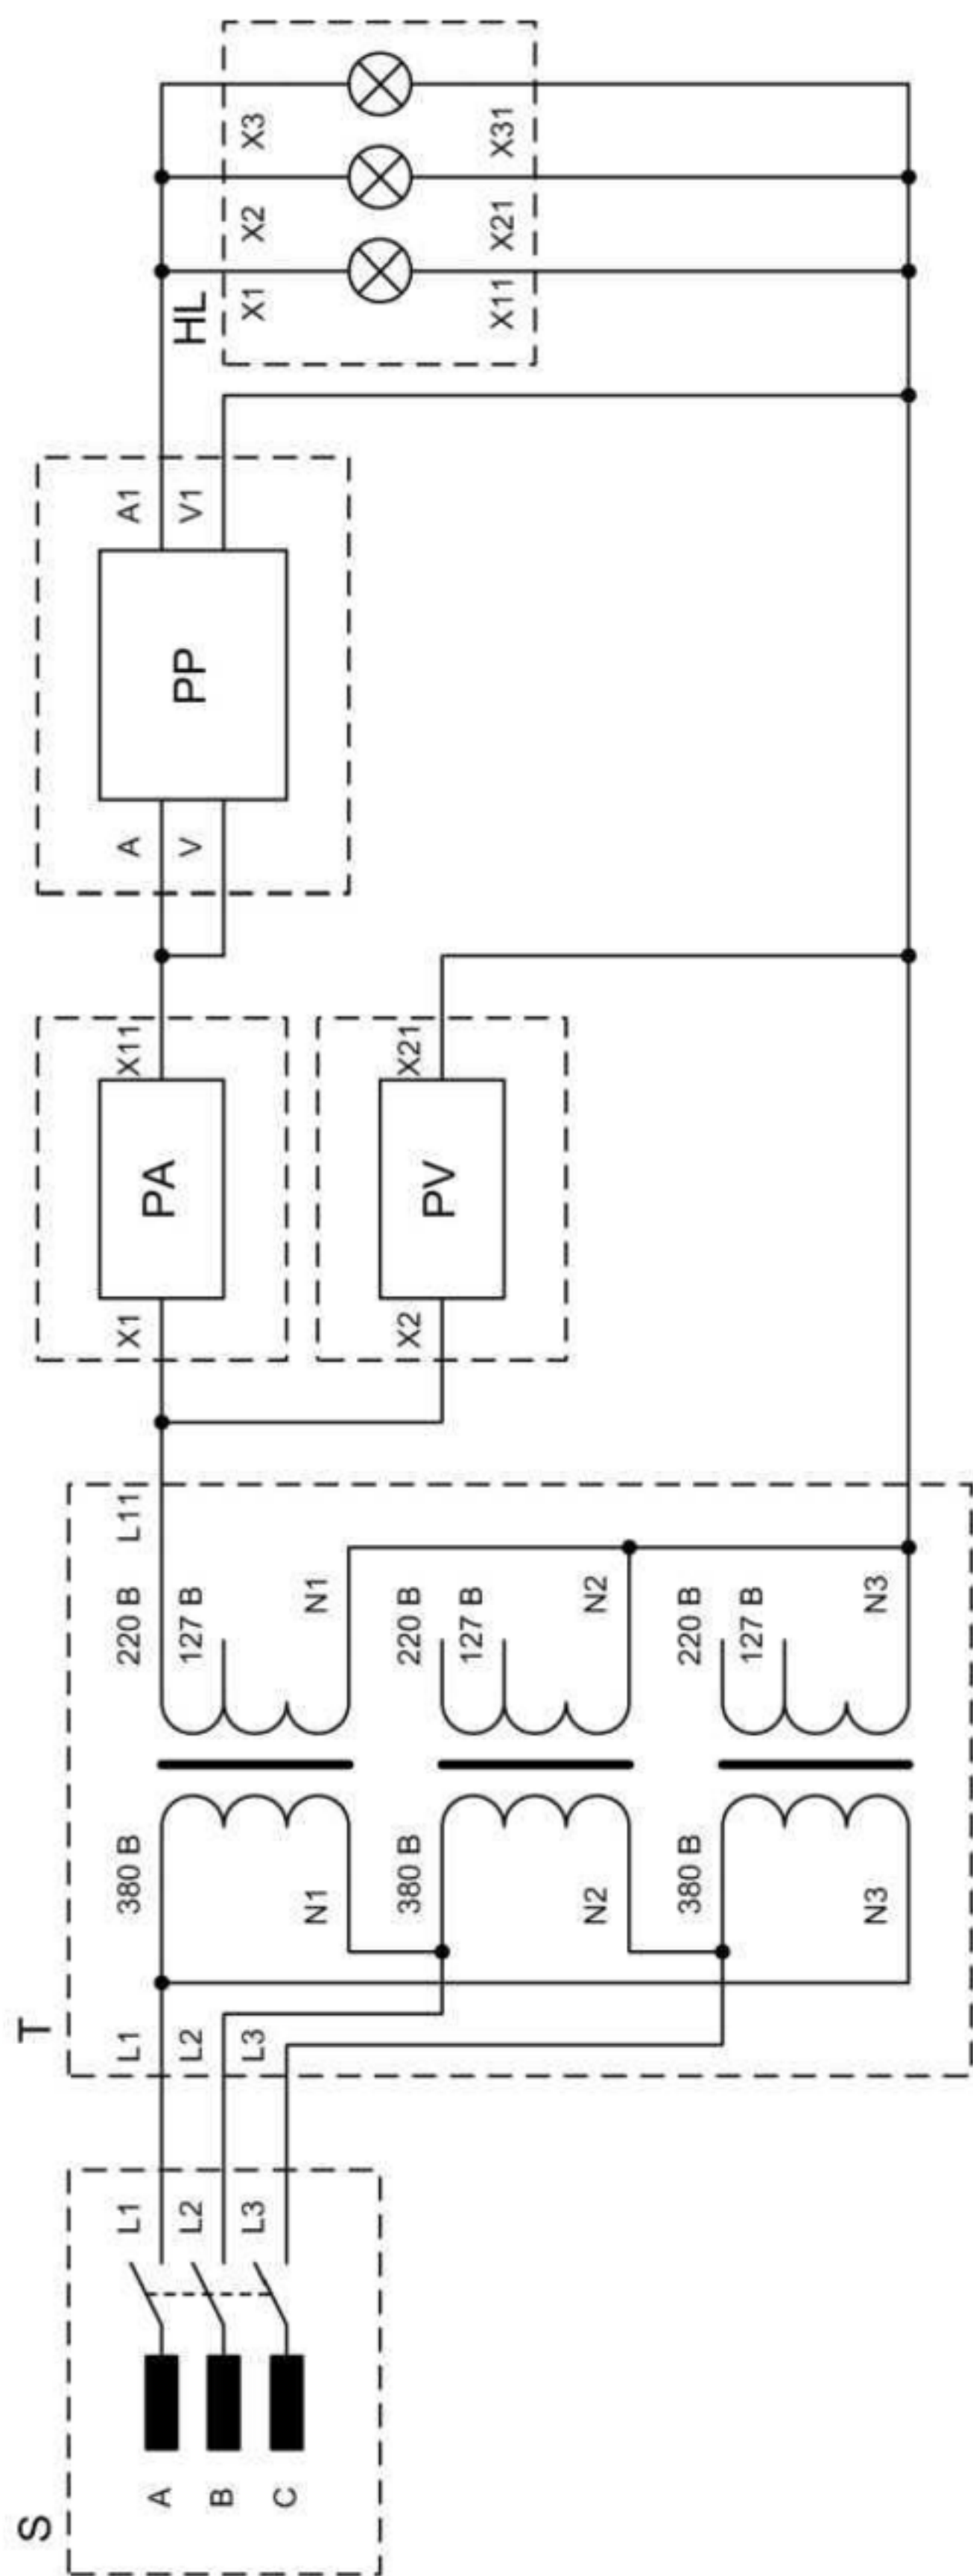

Рис. 1.1
2. Собрать схему лабораторных испытаний, представленную на рис. 1.1. Схема содержит трехфазный источник питания S (модуль трехфазной сети), подающий напряжение на трехфазную группу силовых трансформаторов Т, содержащую три однофазных трансформатора (модуль однофазных трансформаторов) имеющих схему соединения обмоток «треугольник-звезда». В качестве однофазного потребителя используется осветительная нагрузка HL (модуль осветительной нагрузки) с параллельным включением всех ламп накаливания HL1, HL2, HL3. Питание осветительной нагрузки осуществляется от фазы «А» со стороны вторичной обмотки силового трансформатора Т. В цепь питания нагрузки включены: амперметр РА, вольтметр РV, однофазный ваттметр РР.